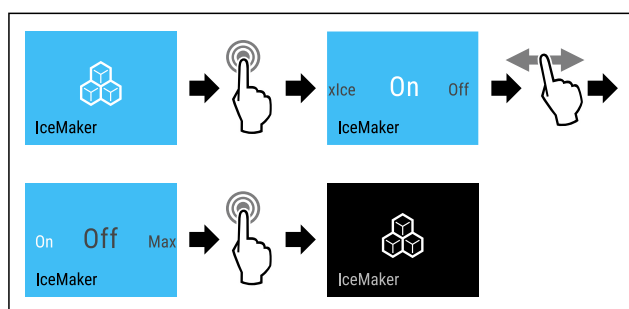

Fig. 23 Voorbeeld met actieve functie IceMaker
- ▶ Stappen (zie Fig. 23) uitvoeren.